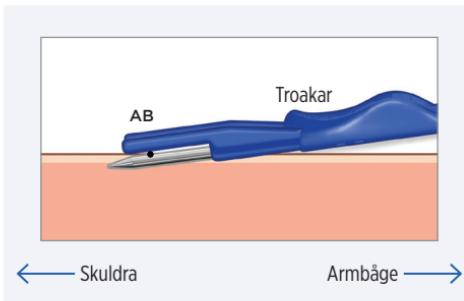

Bild 3
3. När spetsen på insättningsskydden ligger an mot huden och den trubbiga troakaren vid det subkutana området, minskas vinkeln för ingång i huden till ca 5-10 grader (bild 3). Säkerställ att fingrarna inte ligger under metallstaven eller verktygets plastdelar, eftersom det kan ge en större vinkling.
4. Flytta den trubbiga troakaren mot skuldran, med bibehållne hudkontakt med applikatorns metall- och plastdelar för att säkerställa lägsta möjliga vinkel av fickan i huden (bild 3).